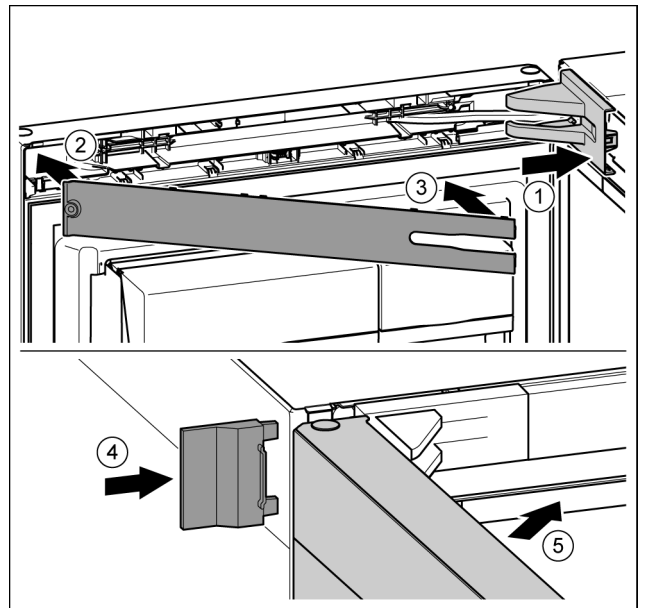

Fig. 23
- ▶ Coloque y encaje la cubierta del soporte de cojinete; dado el caso, separe con cuidado. Fig. 23 (1)
- ▶ Coloque el panel. Fig. 23 (2)
- ▶ Gire hacia dentro y encaje el panel. Fig. 23 (3)
- ▶ Desplace la cubierta exterior. Fig. 23 (4)
- ▶ Cierre la puerta superior. Fig. 23 (5)